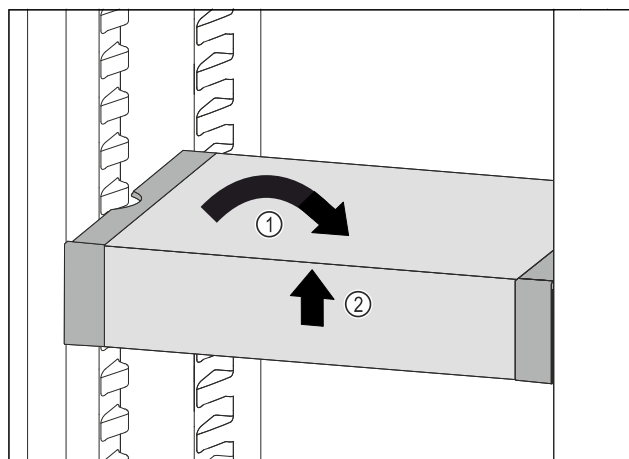

Fig. 136
- Ispravite VarioSafe. Fig. 136 (1)
- Podignite sprijeda VarioSafe. *Fig. 136 (2)*